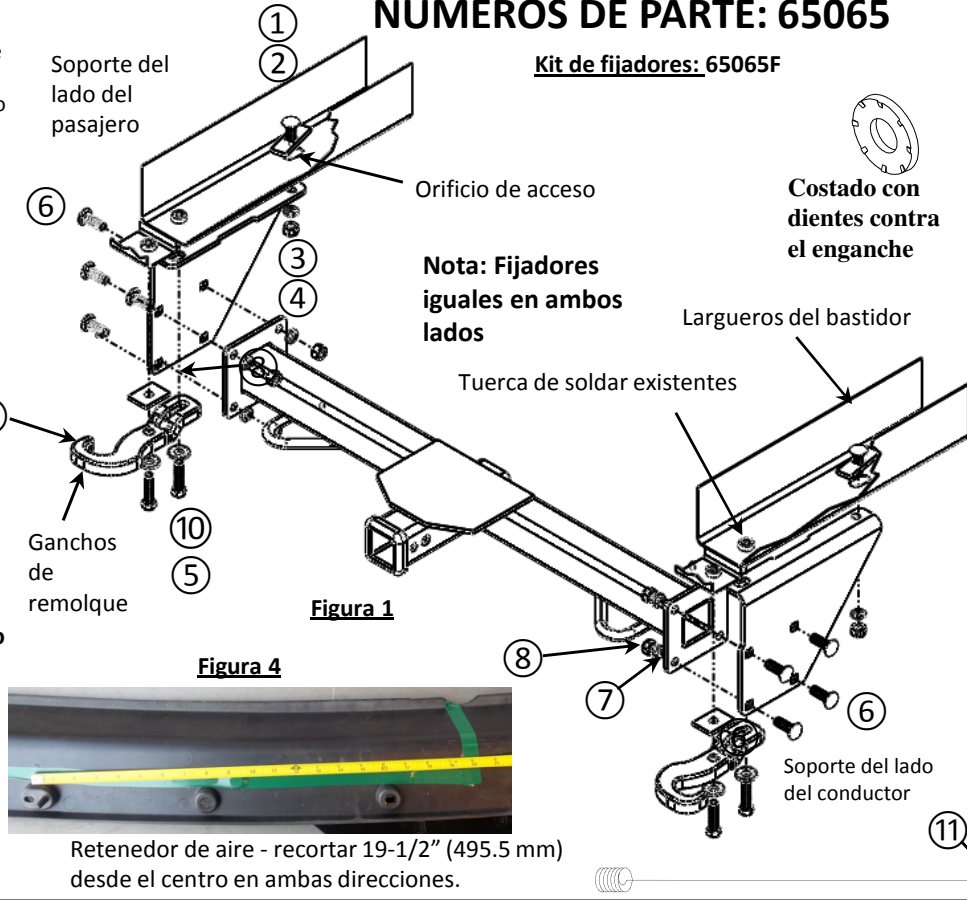

Figura 1
4. Levantar el soporte lateral (Nota: el soporte es específico para cada lado. Ver Figura 1) al larguero del bastidor y debajo del gancho de remolque. Insertar el alambre de insertar existente a través del orificio y asegurar con el perno de carruaje. Insertar la arandela de seguridad (3) sobre el alambre de insertar, usando la arandela para sostener el perno en su lugar, retirar los alambres de insertar y colocar la tuerca hexagonal (4). Apretar a mano los dos lados.
5. Instalar el perno M12 (5) restante a través del gancho de remolque y el soporte. Ambos lados. No apretar completamente.
6. Levantar la sección central del enganche a su posición e instalar fijadores como se muestra usando el perno de carruaje (6), la arandela de seguridad (7) y la tuerca hexagonal (8). Ambos lados.